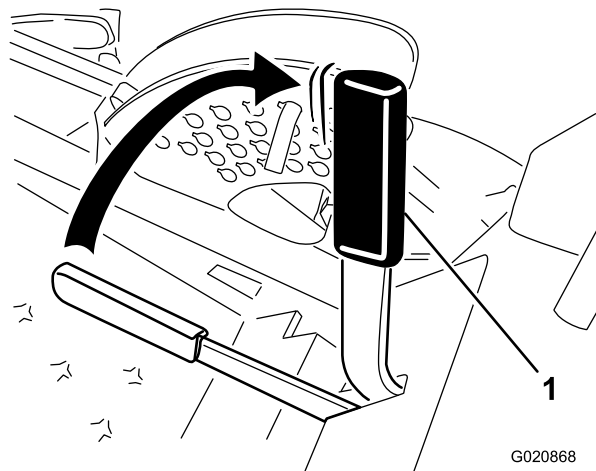

図 13
2. 駐車ブレーキレバーを後ろに引き上げて、駐車ブレーキを掛ける(図 13)。